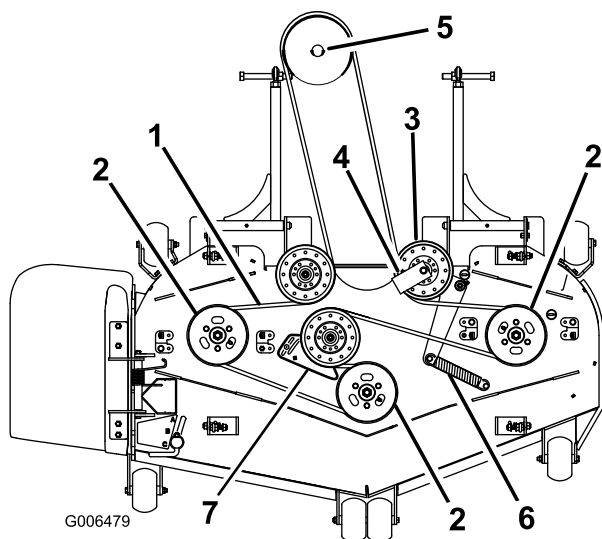
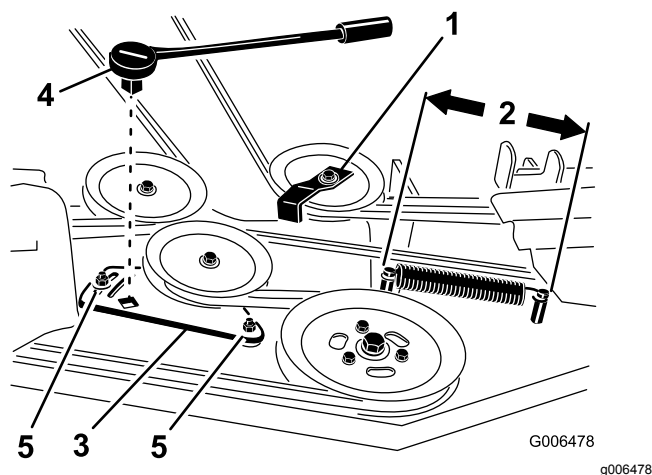

Figura 82
Figura 84
6. Para cortadores de 182 cm, desaperte os parafusos da placa intermédia que prendem a placa intermédia (Figura 84).
8. Retire a guia da correia na polia intermédia com mola que se mostra na Figura 82 e na Figura 84.
10. Instale a nova correia em torno das polias do cortador e da polia da caixa de velocidades sob o motor (Figura 82).
11. Instale a guia da correia na polia intermédia com mola a um ângulo de 45 graus, como se mostra na Figura 82 e na Figura 84. Aperte o parafuso com uma força de 37 a 45 N m.
12. Instale a mola intermédia nas duas colunas (Figura 82 e Figura 84).
4. Meça o comprimento da mola (Figura 84). Se o comprimento da mola estiver entre 25,4 e 26 cm, de coluna a coluna, não é necessário qualquer ajuste.
5. Desaperte os parafusos que prendem a placa intermédia (Figura 84).
6. Utilize um roquete ou barra de torção no orifício quadrado na placa intermédia para ajustar a tensão (Figura 84).
7. Rode o roquete ou a barra de torção para mover a placa intermédia até que a mola intermédia fique entre 25,4 e 26 cm, de coluna a coluna, como se mostra na Figura 84.
8. Mantendo a tensão da correia e o comprimento da mola, aperte os parafusos da placa intermédia que prendem a placa intermédia (Figura 84).